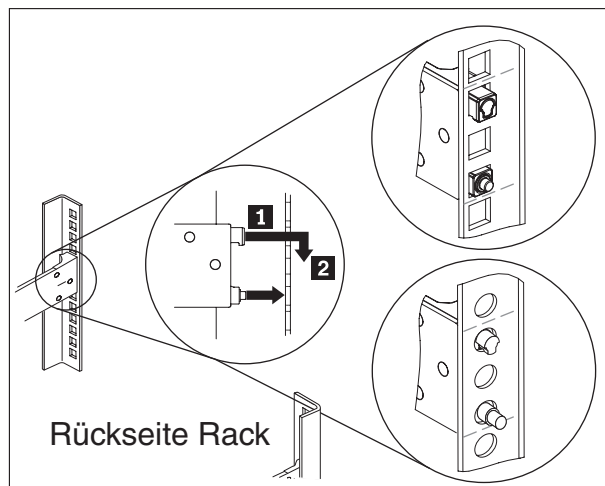

Abbildung 10. Hinteres Ende der Schienen installieren
2. Installieren Sie das hintere Ende der Schienen, wie in Abb. 10 dargestellt, wie folgt: